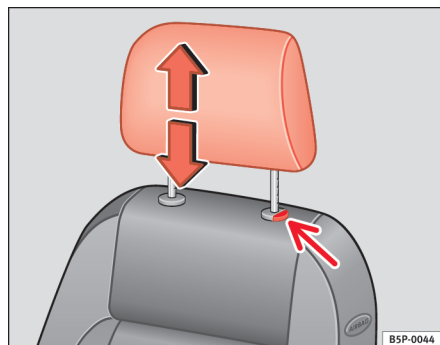

Fig. 66 Réglage ou dépose de l'appuie-tête
- Appuyez sur le bouton ⇒ fig. 66 (flèche).